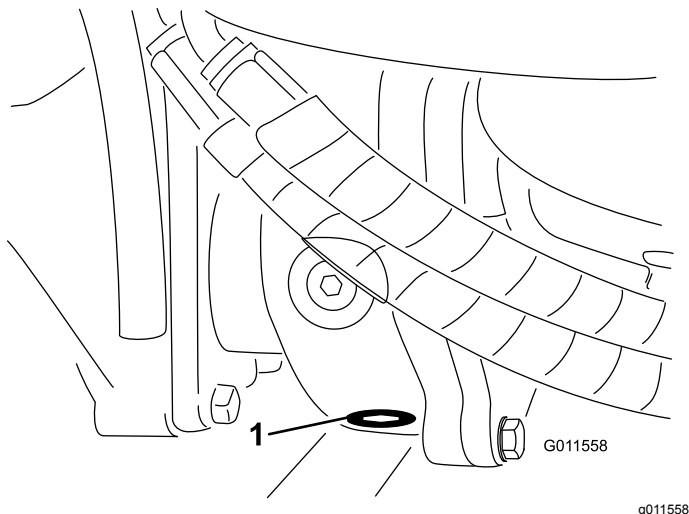

Figura 97
5. Limpe a zona em redor do tampão de escoamento no fundo da caixa de engrenagens (Figura 97).